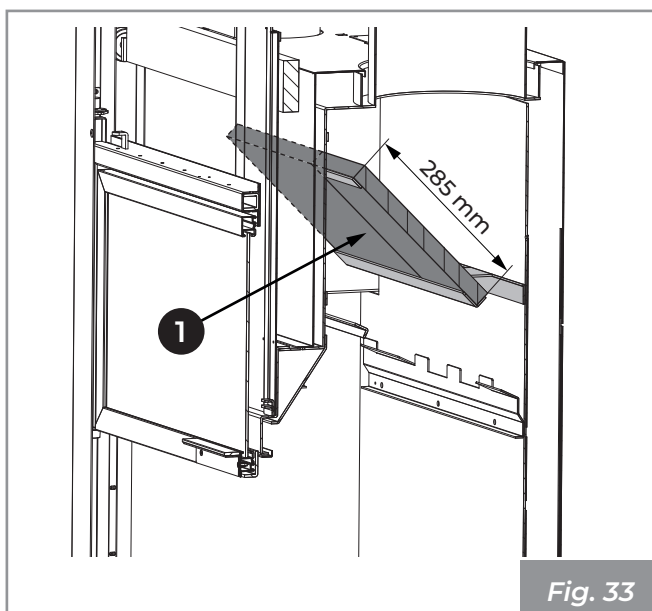

Fig. 33
5) Sfilare ed estrarre i pannelli (1) (Fig. 33).